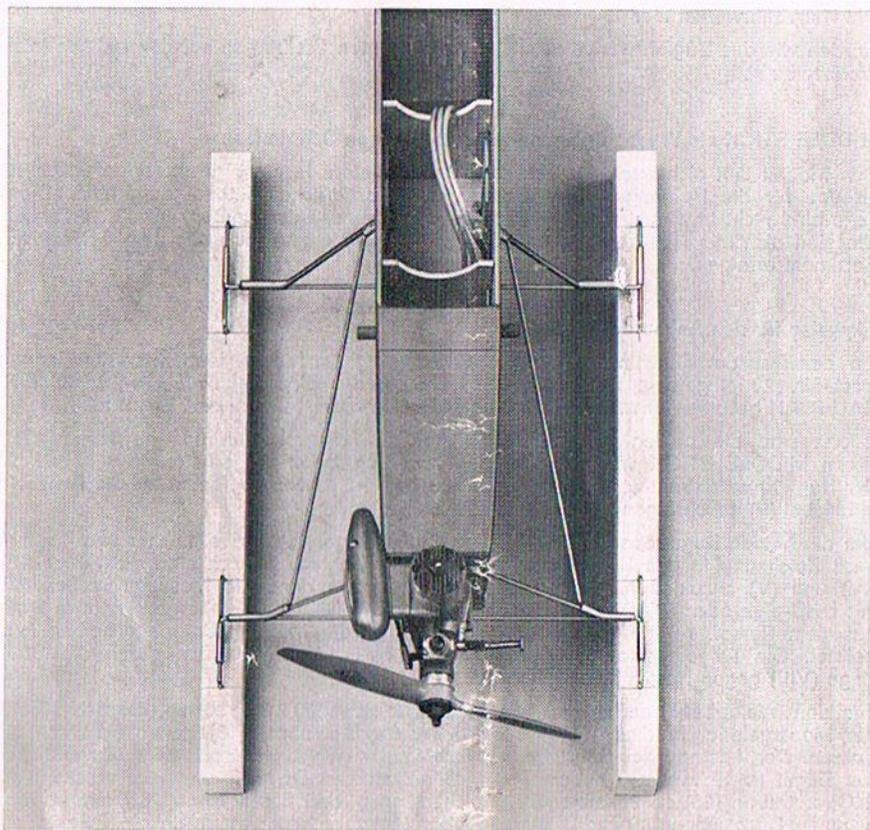

Abb. 13 Der Anbau der Schwimmer-Verstrebungen an einem MIDDLE STICK mit OS MAX H 40 RC
Der Verbinder (23) wird nicht benötigt. Die Angaben in der Bauanleitung von Best.-Nr. 123 beachten (Schwimmer-Einstellwinkel). Die Verstrebungen werden provisorisch befestigt und alles gut ausgerichtet, damit beim späteren Schwimmeranbau die Schwimmerstufen ca. 10 mm hinter dem Schwerpunkt liegen. Anschließend werden die Verbindungen mit Bindendraht fest umwickelt und die Drähte gut miteinander verlötet. Diesen Bauzustand zeigt die Abbildung 13.